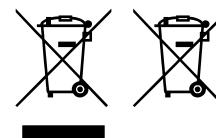

Fig. 1 Fig. 2
4. символ (перечеркнутая мусорная корзина на колесиках - Рис.1), даже если он указан на продукте или на упаковке, указывает на то, что оборудование следует утилизировать отдельно в конце срока службы;